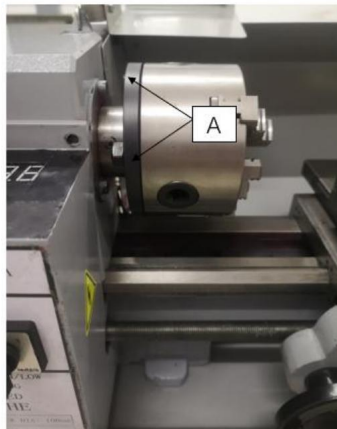

Fig.26
Utilizzando questo mandrino universale è possibile serrare pezzi tondi, triangolari, quadrati, esagonali, ottagonali e dodecagonali. (Fig.26)
Per il mandrino originale a 3 griffe montato sul tornio, la fabbrica ha montato il mandrino nel modo migliore per garantire la precisione di tenuta con due segni "0" (A) Fig.26 mostrati sul mandrino e sulla flangia del mandrino.